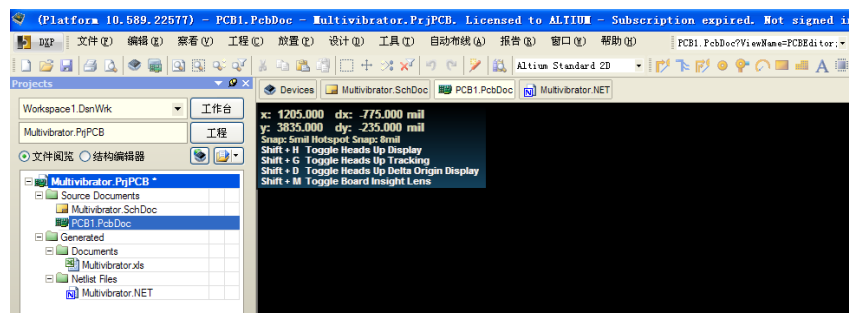

图 2-26 新建 PCB 文件
在“Multivibrator.PrjPCB”右键，选择“给工程添加新的 PCB 文件”，将在工程列表中出现 PCB1.PcbDoc 文件，将该文件保存为 Multivibrator.PcbDoc，如图 2-26 所示。
1. 建立好的 Multivibrator.PcbDoc 文件处于当前的工作窗口中，如图 2-26 所示。